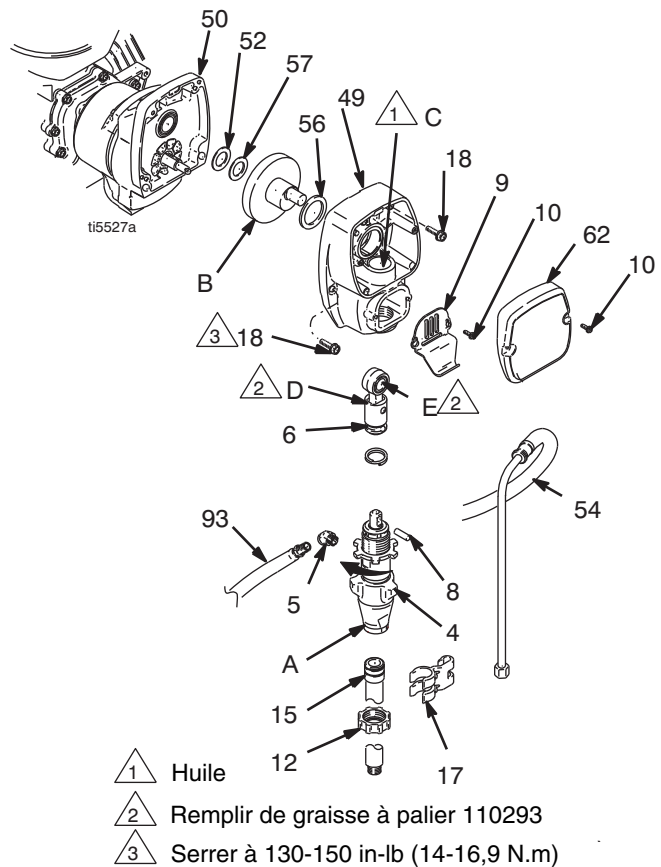

FIG. 1
2. FIG. 1. Retirer les vis (10) et le capot avant (62).
4. Enlever les quatre vis (18) du carter d'entraînement (49).
7. Placer les vis (18) sur le carter d'entraînement. Serrer uniformément à la valeur indiquée en 3 sur la Fig. 1.